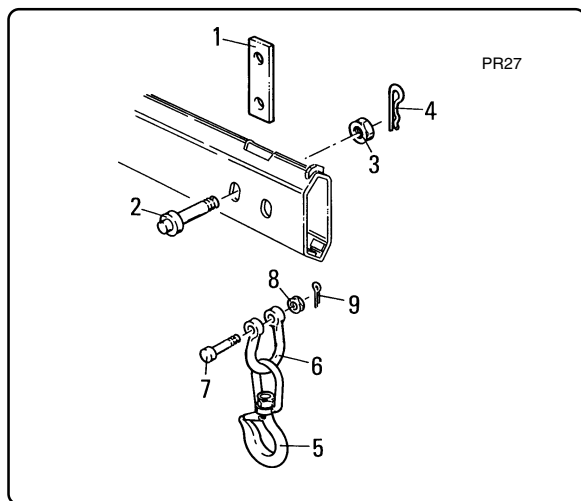

fig. 9.1.14
9.1.10.3- Montaggio del gancio sulla prolunga provvista di attacco mobile passante per il braccio (fig. 9.1.14)
9.1.10.3- Fitting the hook onto extension with a moveable fitting passing through the boom (fig. 9.1.14)